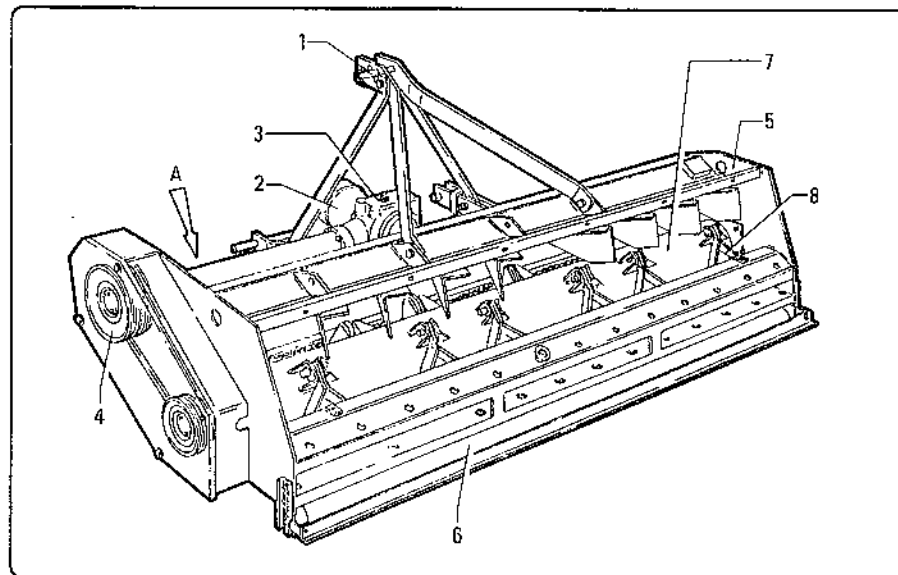

fig. 1.3.1
1.3 - Main parts (fig. 1.3.1)
1.3 - Parties principales (fig. 1.3.1)